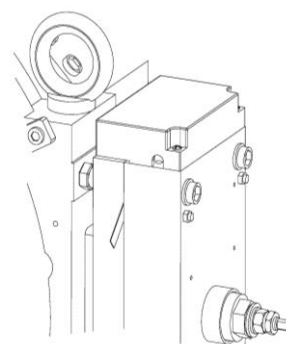

图 26 塞尺检测转子组件和磁轭组件的气隙
4. 用塞尺检测其中一角的气隙见 P20 图 26，是否在标准范围内；